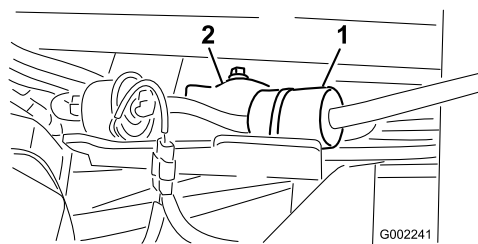

図 45
4. 古いフィルタのクランプをゆるめて脇に寄せる (図 45)。